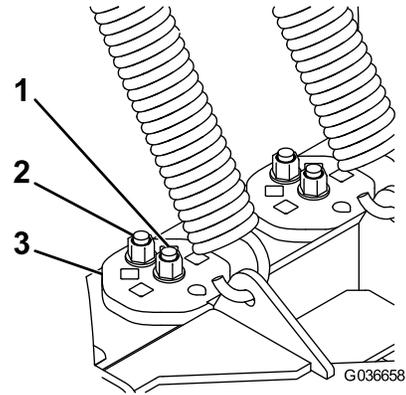

Figura 47
3. En las levas, retire el perno del orificio cuadrado y afloje el perno central (Figura 47).